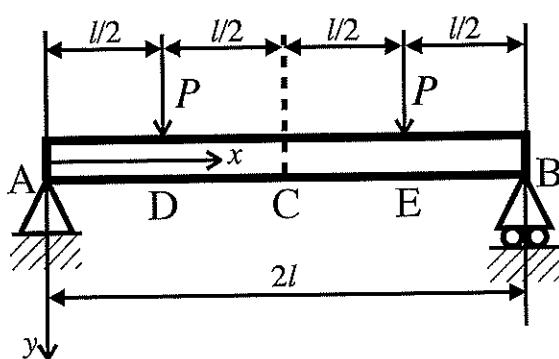

図2
2. 図2に示すように、支間長 $2l$ の単純支持はりが2点(DとE)でそれぞれ集中荷重 P を受けている。曲げ剛性 EI は、はり全長にわたって一定とする。以下の問い合わせに答えよ。